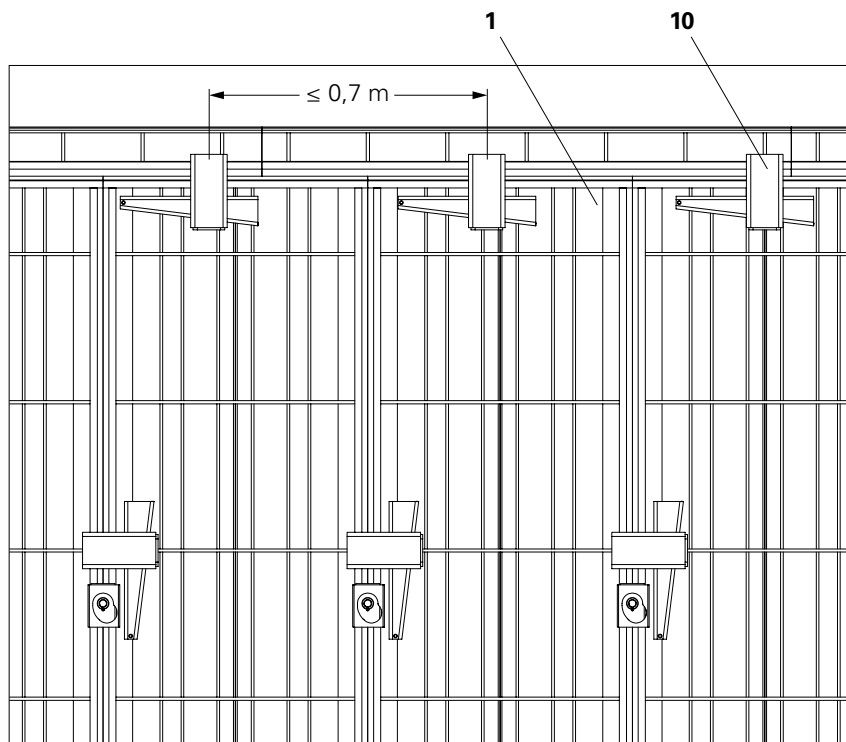

Fig. B2.03
- 10** Giunto UNO Plus (Fig. B2.03)
- $\leq 0,7$ m (Fig. B2.03)